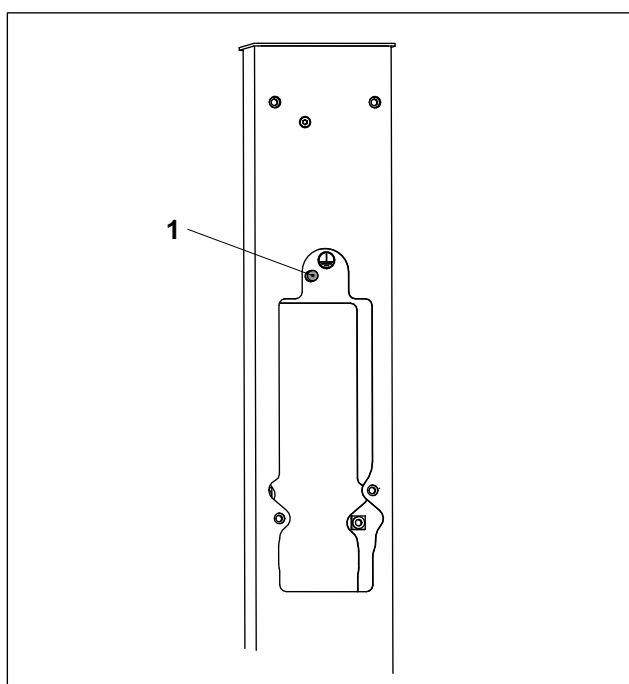

Fig. 1 Collegamento del sistema di protezione equipotenziale
- Il sistema di protezione equipotenziale secondo le disposizioni nazionali, ad esempio IEC 60364-4-41; VDE 0100-410, si ottiene tramite un punto di collegamento (fig. 1/1) contrassegnato sulla colonna per un'adeguata linea di messa a terra. La linea di messa a terra deve essere realizzata dal gestore in conformità con le disposizioni nazionali.